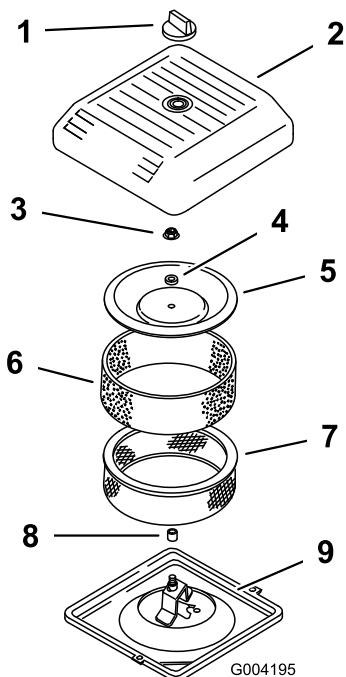

Figura 13
2. Svitare la manopola e togliete il coperchio del filtro dell'aria (Figura 13).
3. Fate scorrere attentamente il prefiltro in schiuma sintetica fuori dall'elemento di carta (Figura 13).
4. Svitare il dado del coperchio e togliete il coperchio, il distanziale e il filtro di carta (Figura 13).
- Montate il gruppo filtro dell'aria sulla relativa base (Figura 13).
- Montate il coperchio, il distanziale e fissatelo con il dado del coperchio (Figura 13). Serrate il dado ad una coppia di 10,7 Nm.
- Montate il coperchio del filtro dell'aria e fissatelo con la manopola (Figura 13).